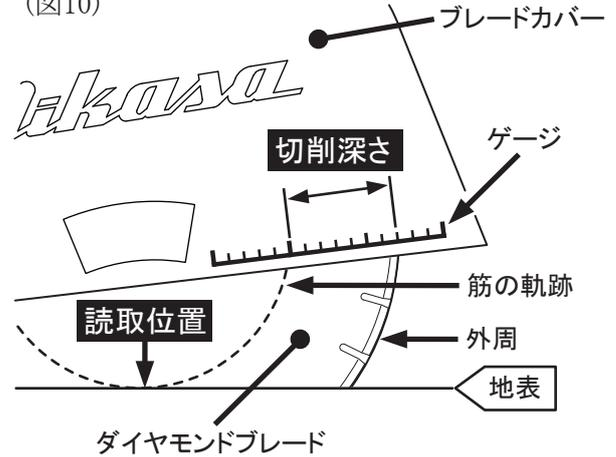

図 10
- 切削深さは、回転の中心であるブレード軸の真下で地表に接した位置（読取位置）からブレードの先端である外周までの距離です。アスファルト又はコンクリートをダイヤモンドブレードで切り込んだ時に、ブレードの側面には回転の筋跡（筋の軌跡）ができます。切削深さの読み取りは、読取位置にある筋の軌跡を辿ってブレードカバーに貼り付けられたゲージにて外周との距離を読み取って行います。（図10）